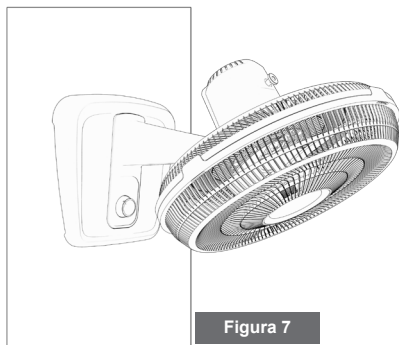

Figura 7
3. Posicionar a base do seu ventilador na parede (figura 7), encaixando o suporte de fixação localizado na base do ventilador (figura 8), na cabeça do parafuso. Assegure-se que o ventilador esteja bem firme e seguro.